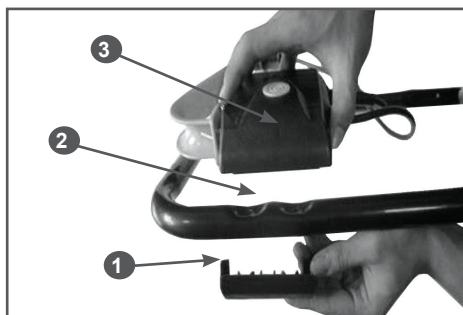

Рис. 2 Установка блока выключателя
1. Установить блок выключателя на рабочую рукоятку. Возьмите верхнюю часть рабочей рукоятки, планку 1 и блок выключателя 3 (Рис. 2). Соедините планку и блок выключателя винтами M4x25 через отверстия 2 (Рис. 2) на рабочей рукоятке